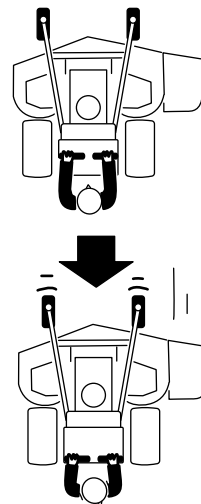

Figura 16
2. Tirate lentamente le leve di comando del movimento all'indietro (**Figura 16**).